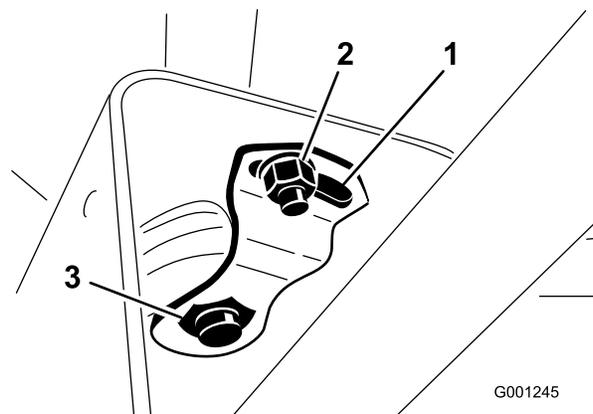

Figura 70
2. Faça deslizar a cobertura para cima, ao longo da coluna de direção, de modo a expor o apoio da articulação (Figura 70).
3. Desaperte a porca pequena e rode o apoio da articulação até apertar a porca grande, em baixo (Figura 70).